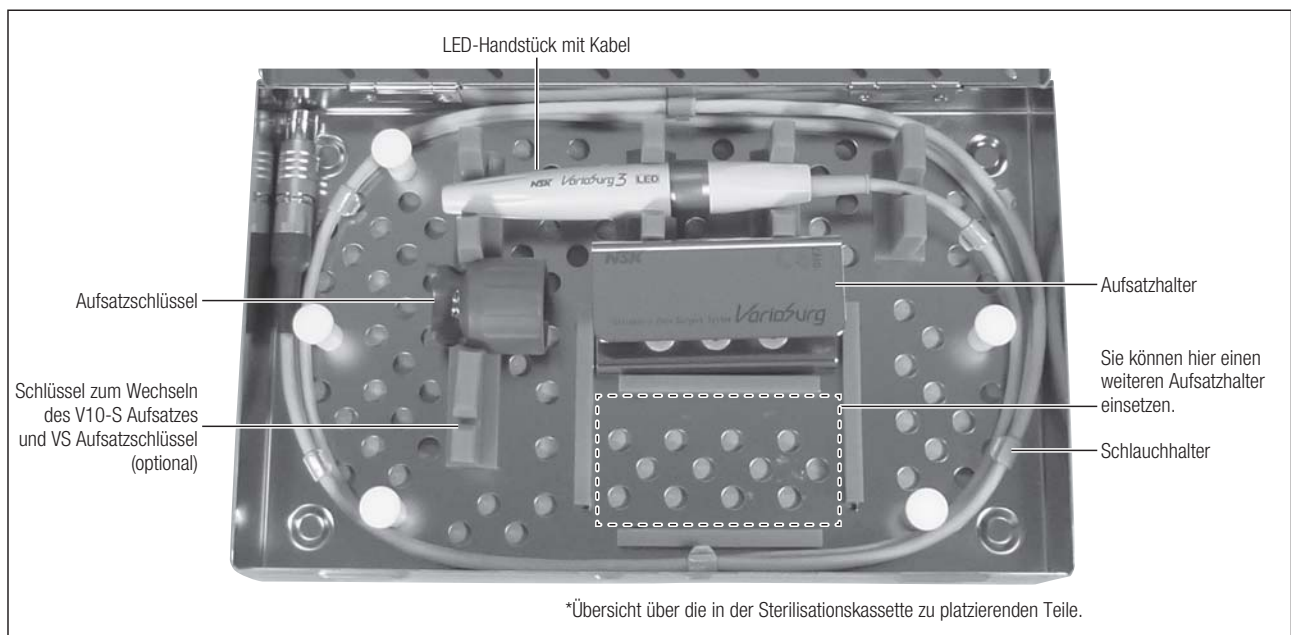

Abb. 24
- 1) Legen Sie das Handstück mit Kabel und den Aufsatzschlüssel in die Sterilisationskassette. (Abb. 24)